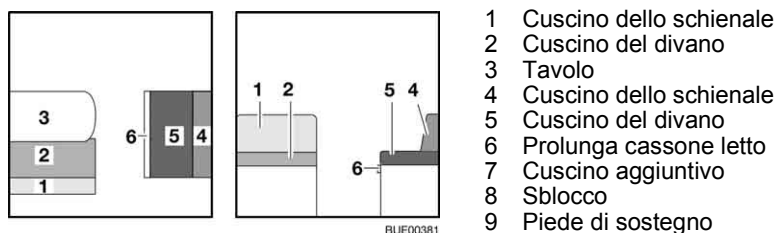

Fig. 99 Prima della trasformazione
- Trasformare il tavolo (Fig. 99,3) in struttura di supporto letto (vedi paragrafo 6.8).
- Riporre il cuscino dello schienale (Fig. 99,1).